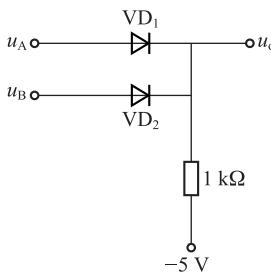

图 1-25 思考与练习题 4 图
- 如图1-25所示电路,二极管为理想二极管,根据表1-1的输入值,判断二极管状态,确定输出电压 $u_o$ 的值。